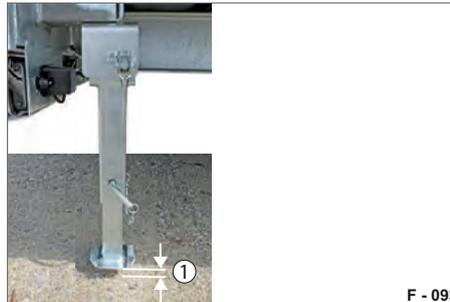

Abb. 64 Stützfüße, eingestellt
- ▶ Nach dem Abklappen prüfen und ggf. Verstellen der Klappstützen, das noch ein Luftspalt (Abb. 64/1) zwischen Untergrund und Stellfuß-Platte verbleibt.